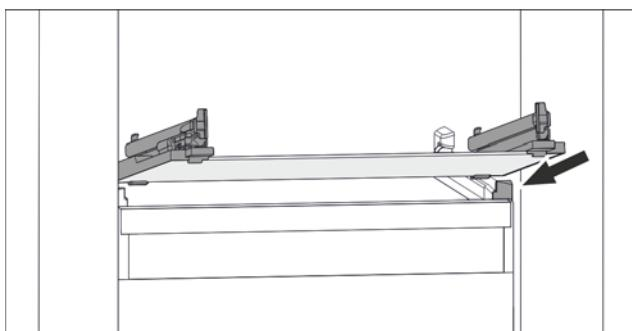

Fig. 66 Примерное отображение стеклянной пластины
- Наклоняя вниз, установите стеклянную пластину за стопоры. (см. Fig. 66)